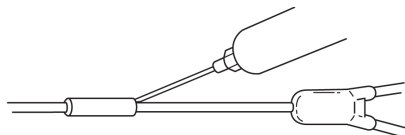

Fig. 9
9. Εγχύστε υλικό συγκόλλησης και στα δύο άκρα του καλύμματος. (Fig. 9) Σκουπίστε το πλεονάζον υλικό. **ΣΗΜΕΙΩΣΗ:** Ακολουθήστε το νοσηλευτικό πρωτόκολλο και τις συστάσεις του κατασκευαστή του συγκολλητικού (περιλαμβάνονται στη συσκευασία του συγκολλητικού) για να προσδιορίσετε πότε είναι έτοιμος για χρήση ο καθετήρας.